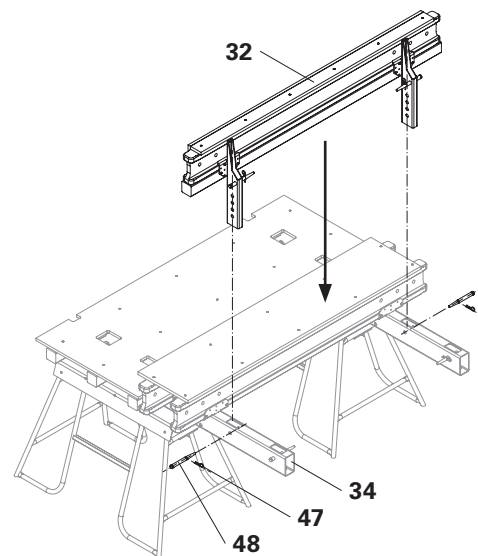
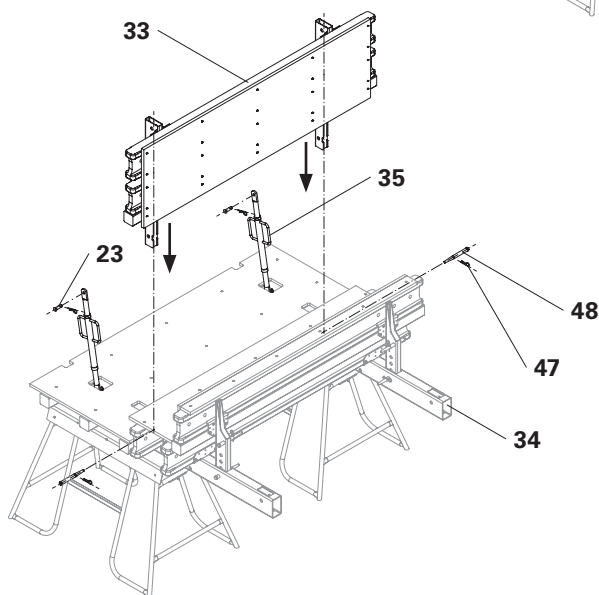
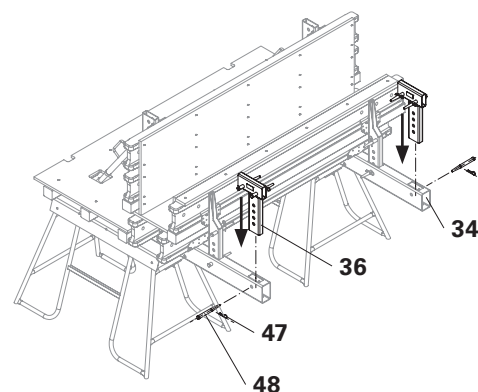

Fig. C1.03
Fig. C1.04
Fig. C1.05
1. Inserire la cassaforma interna VD 250/265 (32) nella trave ribassata (34).
2. Collegare la cassaforma interna VD 250/265 (32) con 1x perno calibrato $\varnothing 21 \times 120$ (48) per lato e fissare con inserto a molla 4/1 (47). (Fig. C1.03)
3. Inserire la cassaforma esterna VD 250/265 (33) nella trave ribassata (34).
4. Collegare la cassaforma esterna VD 250/265 (33) con 1x perno calibrato $\varnothing 21 \times 120$ (48) per lato e fissare con inserto a molla 4/1 (47).
5. Collegare il braccio regolabile AV 82 (35) alla cassaforma esterna VD 250/265 (33) e alla trave ribassata (34) con perno 16 x 42 (23) e fissare con inserto a molla 4/1 (47). (Fig. C1.04)
6. Inserire l'elemento di raccordo VD (36) nella trave ribassata (34).
7. Collegare l'elemento di raccordo VD (36) con 1x perno calibrato $\varnothing 21 \times 120$ (48) per lato e fissare con inserto a molla 4/1 (47). (Fig. C1.05)